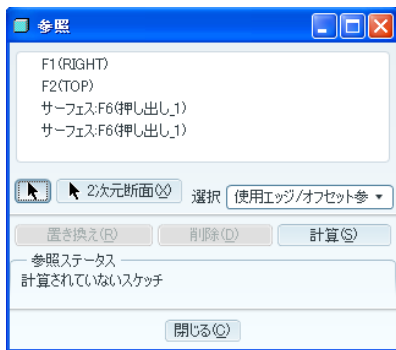
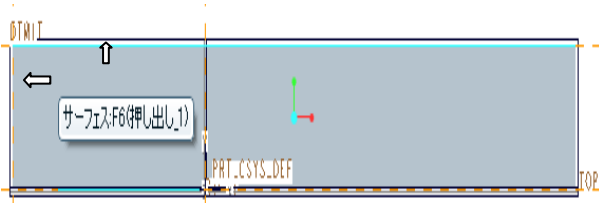

図 4-17 参照を追加設定
図 4-18 追加される参照ジオメトリ
- ・ 次にスケッチの参照を追加する。メインツールバーの「スケッチ」をクリックして「参照」を選ぶと、図 4-17 の参照ボックスが表示されるので、新しく、図 4-18 参照の追加箇所の矢印の指示した左エッジと上面エッジをクリックして参照ボックスに追加する。